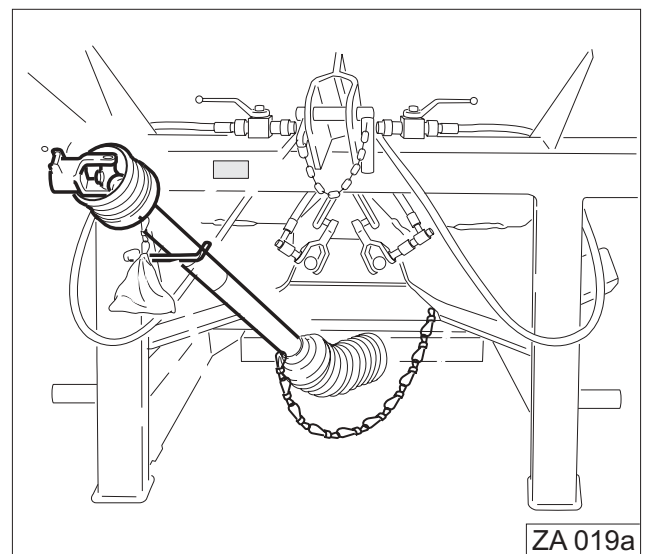

Fig. 16
- De andere helft van de koppelingsas (Fig. 16/1) erin schuiven en in de houder (Fig. 16/2) leggen.
- Bescherm pijp tegen meedraaien borgen, door het kettinkje (Fig. 16/3) in het daarvoor bestemde gat (Fig. 16/4) in te haken.